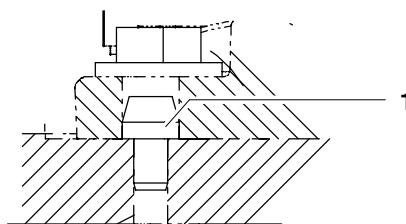

Fig. 65 Boulon d'appui
- (1) Vérifier les deux boulons d'appui (Fig. 65/1) pour s'assurer qu'ils sont bien serrés et non endommagés.